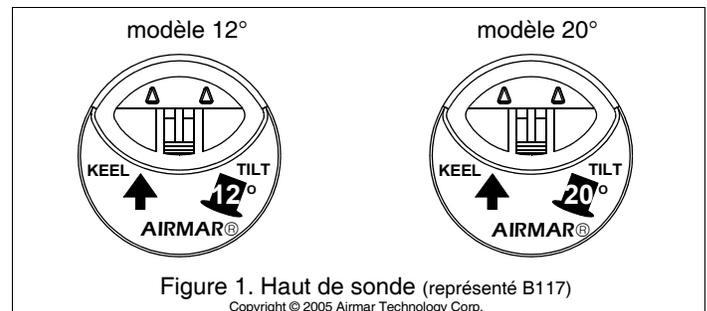
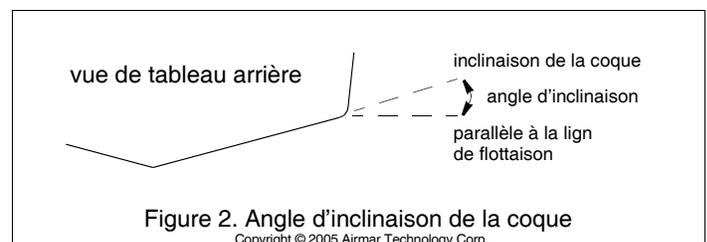

Figure 1. Haut de sonde (représenté B117)
Figure 2. Angle d'inclinaison de la coque
Vérifiez que l'angle d'inclinaison de votre modèle de sonde est conforme à l'angle d'inclinaison de la coque à l'emplacement d'installation. L'angle d'inclinaison est imprimé sur le haut de la sonde (voir Figure 1). Mesurez l'angle d'inclinaison de la coque à l'emplacement d'installation sélectionné à l'aide d'un rapporteur ou d'un niveau avec affichage numérique (voir Figure 2).
**Modèle 12° et 20°**—Depuis l'intérieur de la coque, orientez le haut de la sonde (et la sortie de câble) vers la *QUILLE* ou l'axe longitudinal de la coque (voir Figure 1). Ce réglage aligne l'angle de la sonde de profondeur à l'intérieur du capteur en fonction de l'angle d'inclinaison de la coque.